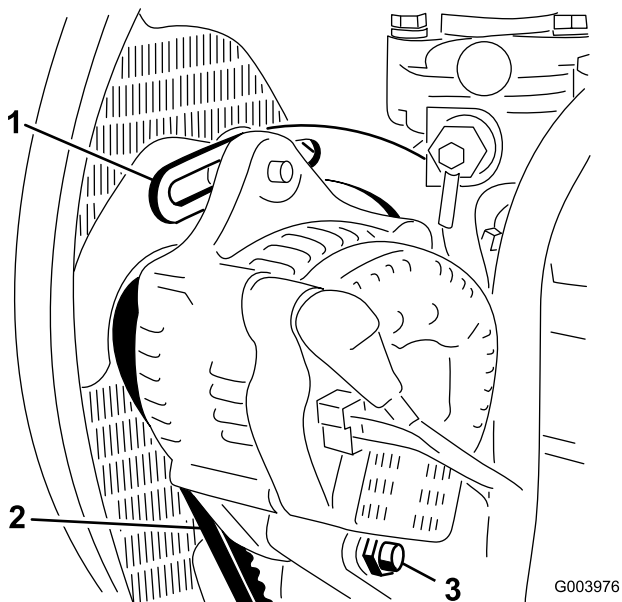

図 68
2. オルタネータ側プーリとクランクシャフト側プーリ間の中央部でオルタネータベルト **図 68** を指で10kg程度の力で押してベルトの張りを点検する。
3. ブレースをエンジンに固定しているボルト **図 68** と、オルタネータをブレースとピボットボルトに固定しているボルトをゆるめる。